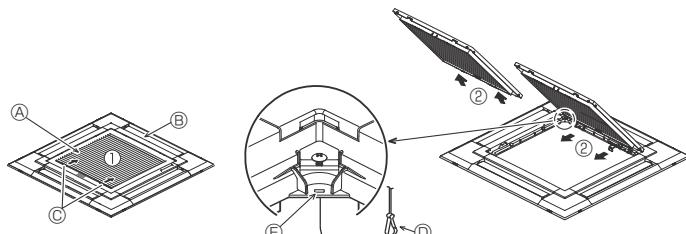

Fig. 9-3
#### 9.2.1. Retrait de la grille d'admission (Fig. 9-3)
- Dévissez les 4 vis de coin. Pour retirer le panneau, faites-le glisser dans le sens indiqué par la flèche ①.
- [Fig.9-3] [Fig.9-4]
- Ⓑ Grille ①